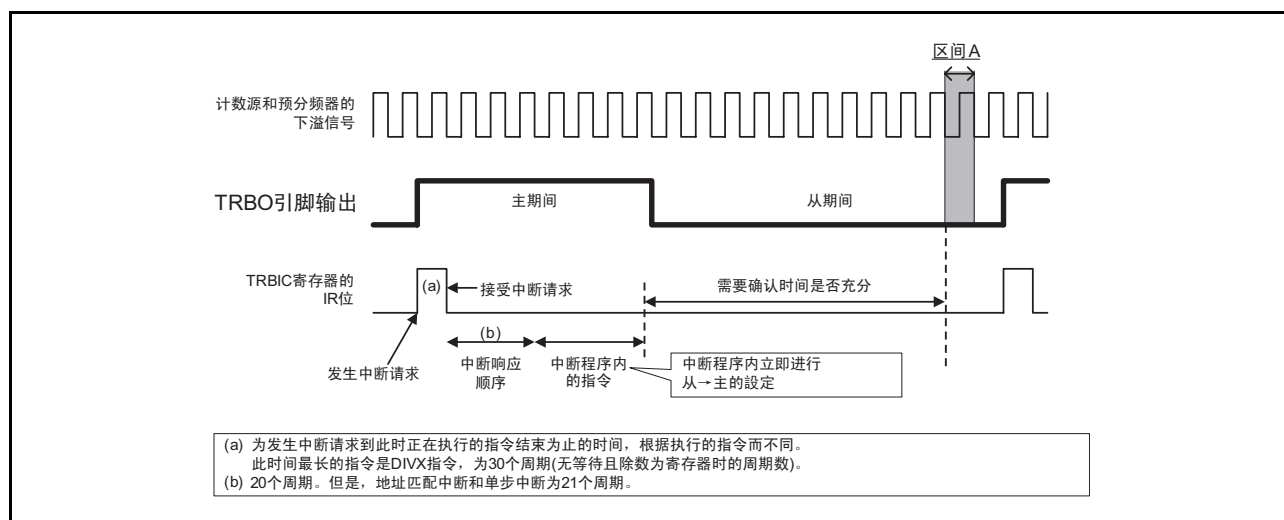
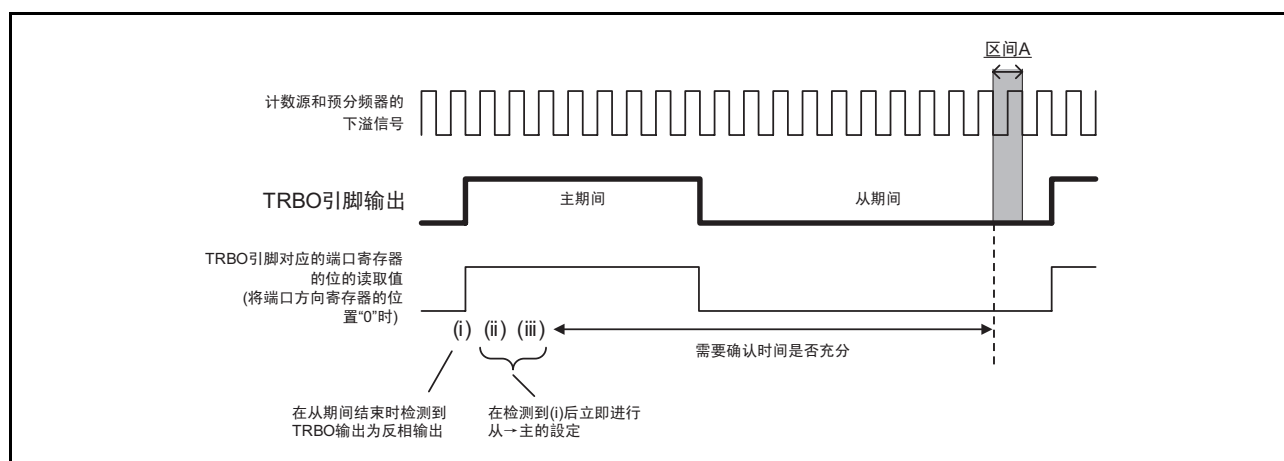

图 2.2 对策 (a) 定时器 RB 中断的使用例子
图 2.3 对策 (b) TRBO 引脚输出值的读取例子
- 如果在计数中（TCSTF位为“1”）更改TRBSC寄存器和TRBPR寄存器，就必须通过定时器RB中断等对TRBO输出周期取得同步。在同一个输出周期内只能进行一次同步。另外，必须确认在图2.2和图2.3的区间A没有写TRBPR寄存器。
如图2.2所示，必须通过定时器RB中断程序，对TRBSC寄存器和TRBPR寄存器进行写操作，写操作必须在区间A之前结束。
如图2.3所示，从TRBO引脚的输出电平中检测主期间的开始，在主期间开始后立即对TRBSC寄存器和TRBPR寄存器进行写操作，写操作必须在区间A之前结束。另外，如果在将TRBO引脚对应的端口方向寄存器的位置“0”（输入模式）后读端口寄存器的位的值，读取的值就为TRBO引脚的输出值。